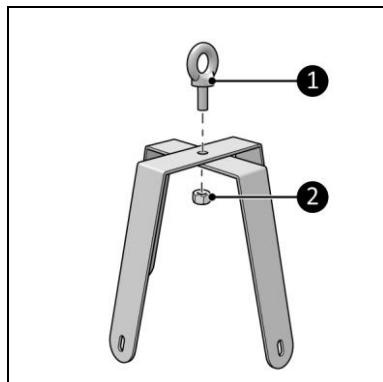

Figura 4
1. Înşurubaţi şi strâneţeţi ambele suporturi de perete împreună cu inelul de ancorare (Figura 4, poz. 1) şi piuliţa (Figura 4, poz. 2).